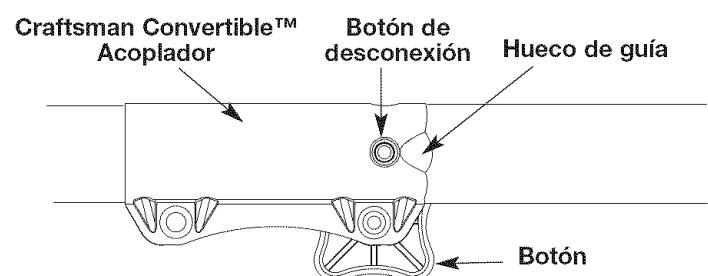

Fig. 3
NOTA: La alineación del botón de desconexión con la guía ayuda en la instalación (Fig. 3).
- Apriete el botón girándolo hacia la derecha (Fig. 3).
2. Oprima y sostenga oprimido el botón de liberación (Fig. 3).